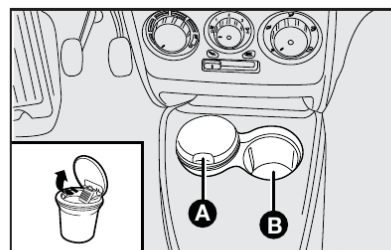

fig. 72
Para atender os ocupantes dos bancos dianteiros - A-fig. 72
**PORTA-COPOS - B-fig. 72 e 73**
No console central existem duas sedes para colocar, com o veículo parado, copos ou latinhas fig. 72.